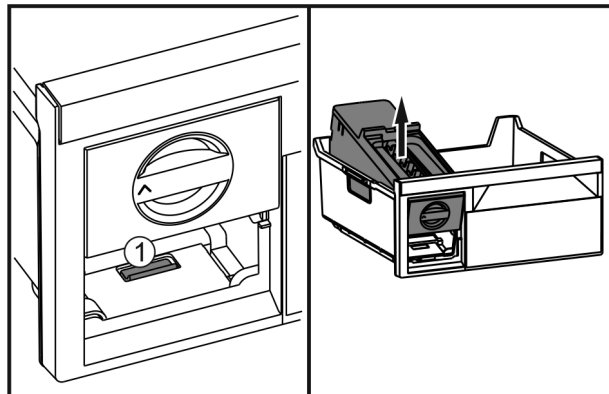

Fig. 40
- ▶ Lip Fig. 40 (1) indrukken, EasyTwist-Ice van achter optillen en uit de vrieslade nemen.